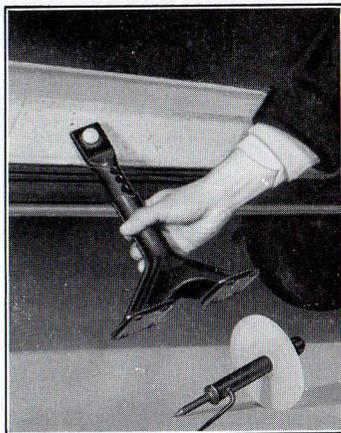

Figure 11
- Quand la voiture sera complètement levée, accrochez la béquille (fig. 11) par son œil au téton situé sous la porte avant (**s'il s'agit d'une roue avant**) ou au téton situé sous la porte arrière (**s'il s'agit d'une roue arrière**), et laissez la béquille prendre d'elle-même sa position d'équilibre.